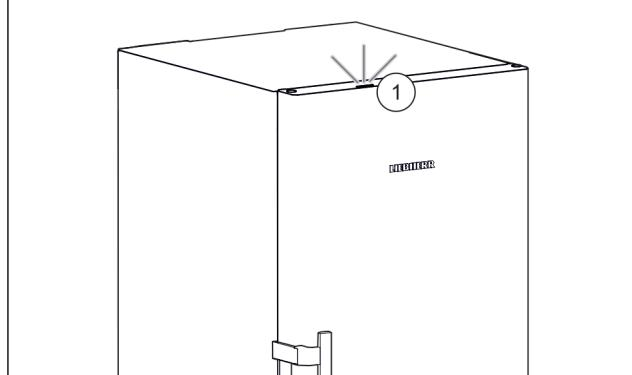

Fig. 4
Kada uređaj puštate u rad, svjetlo statusa Fig. 4 (1) tvornički je deaktivirano.\*